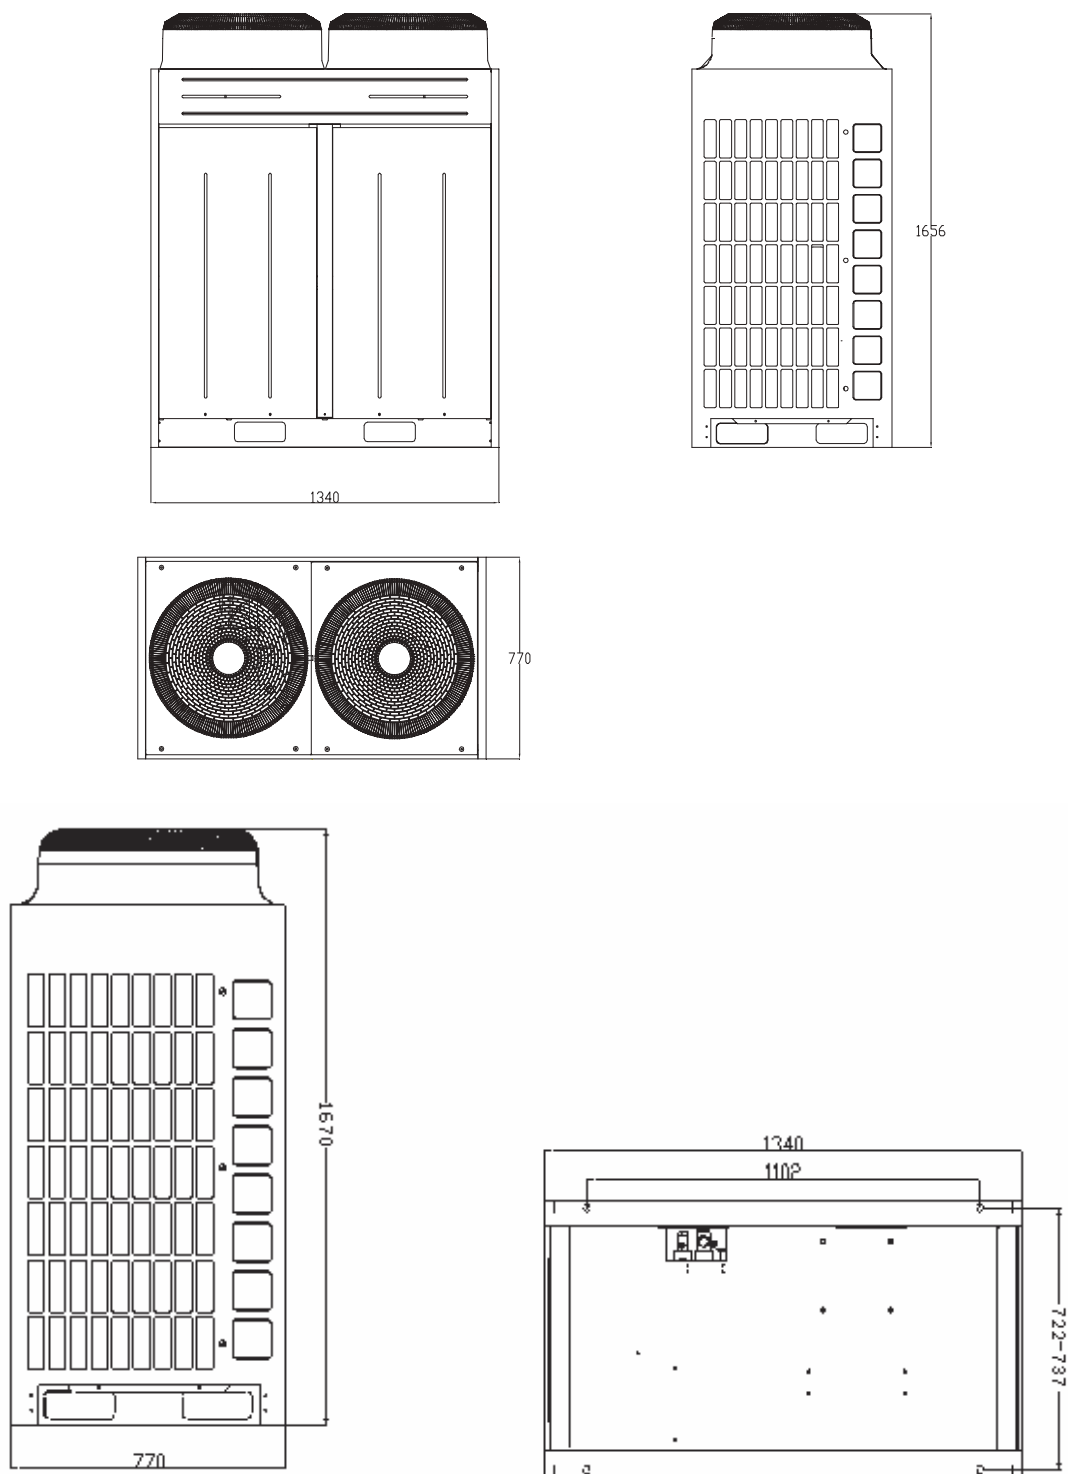

Рис. 9.2
9.1.2 Габаритные и установочные размеры наружных блоков моделей GMV-Pdm335W/NaB-M, GMV-Pdm400W/NaB-M, GMV-Pdm450W/NaB-M (рис. 9.2).